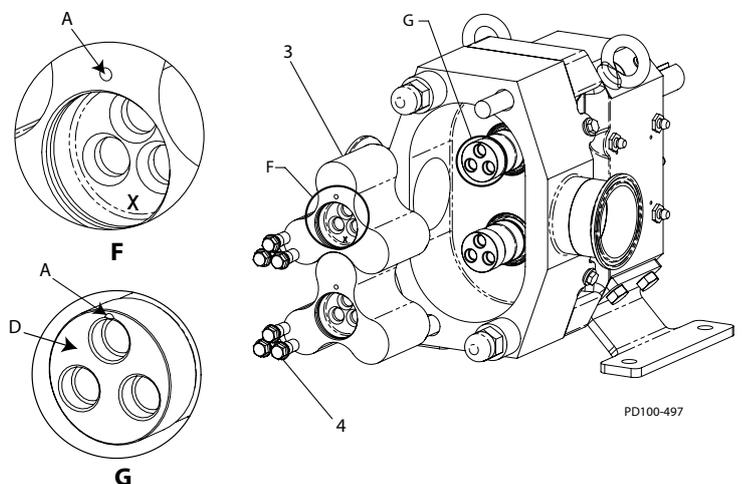

Figura 56 - Instalação do Rotor
2. A face do eixo deve estar livre de arestas ou rebarbas levantadas (veja Figura 56, Detalhe G, item D).
3. **Reutilizando rotores:** Aplique um lubrificante compatível com os anéis em O e instale o rotor marcado sobre o eixo da unidade e o rotor não marcado sobre o eixo curto, observando a marca de referência do alinhamento nos eixos para o posicionamento do rotor. (Veja o item A em Figura 56, Detalhes F e G.)
Instalando rotores novos: Aplique um lubrificante compatível com os anéis em O e instale os rotores sobre os eixos, observando a marca de referência do alinhamento nos eixos para o posicionamento do rotor. (Veja o item A em Figura 56, Detalhes F e G.) Marque um "X" com aproximadamente 3 mm de altura na face do rebaixamento oposto à marca de referência do alinhamento. Consultar a Figura 56, Detalhe F; consultar também a Figura 31 para uma visualização maior.
4. Instale um parafuso sem cabeça (Figura 56, item 4) no orifício mais próximo da marca de referência em cada rotor.